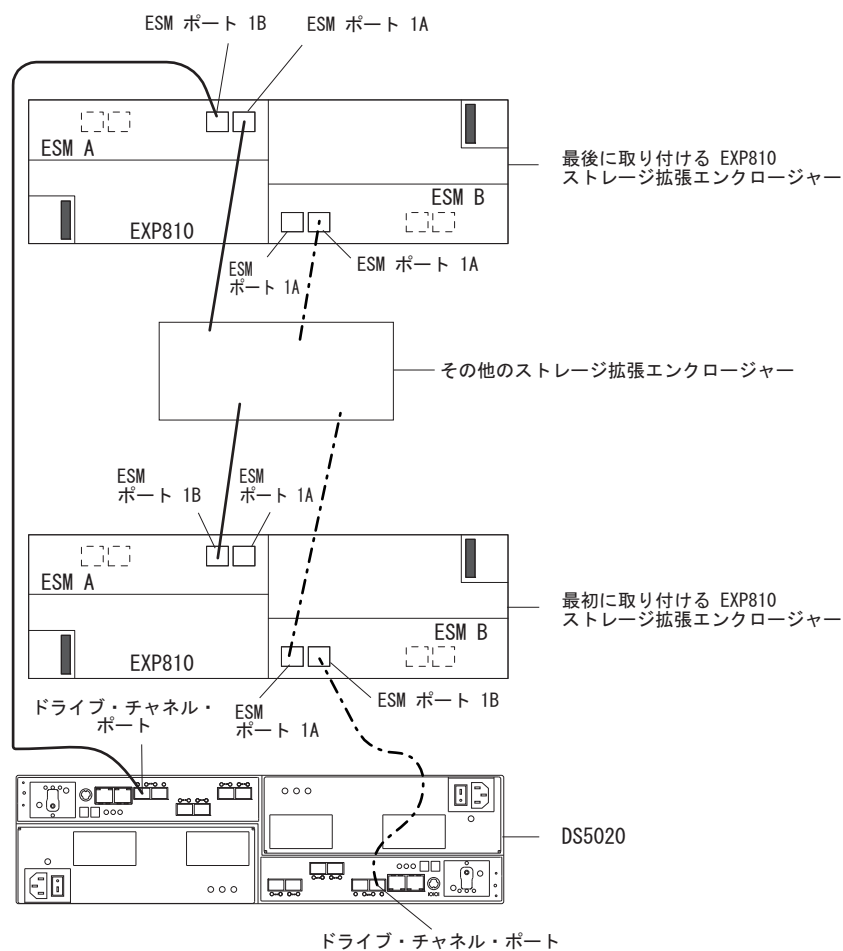

図 45. 1B とラベルされた EXP810 ESM ポートに接続された DS5020 ドライブ・ポート
10. DS5020 ストレージ・サブシステム・コントローラーのコントローラー・ドライブ・ポートは、常に、DS5020 ストレージ・サブシステムに接続された冗長ドライブ・チャンネル/ループのペアにある EXP810 の左右両方の ESM で 1B とラベルが貼られたポートに接続する必要があります。84 ページの図 45 に、ポートの位置が示されています。